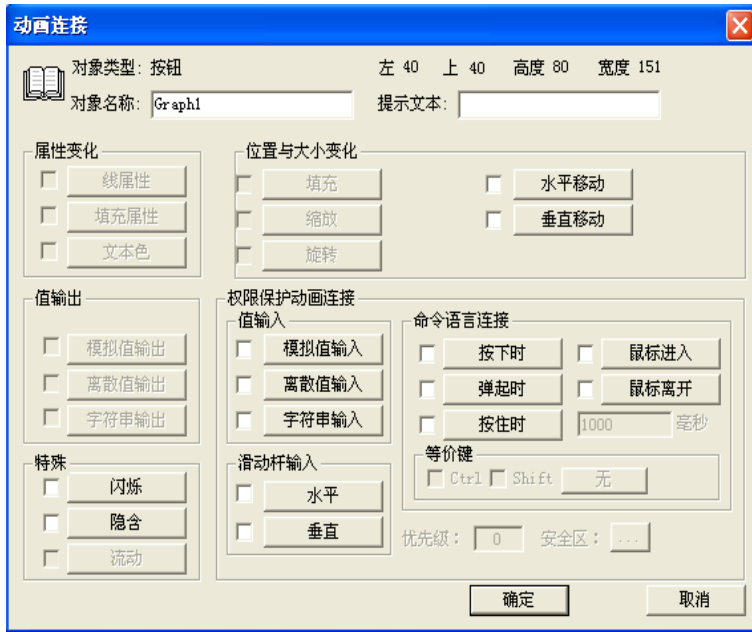

图 2.23 动画连接
- 3) 对文本关联模拟输出动画：双击文本对象“####”，可弹出“动画连接”对话框，如图 2.23 所示。